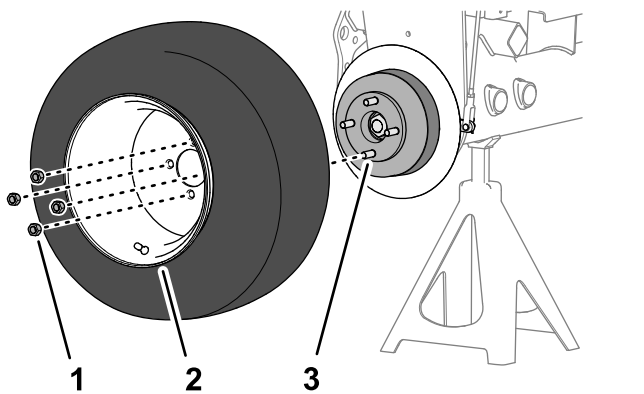

图 75
1. 用 4 个车轮螺母将车轮组装到轮毂上图 75 并用手拧紧。